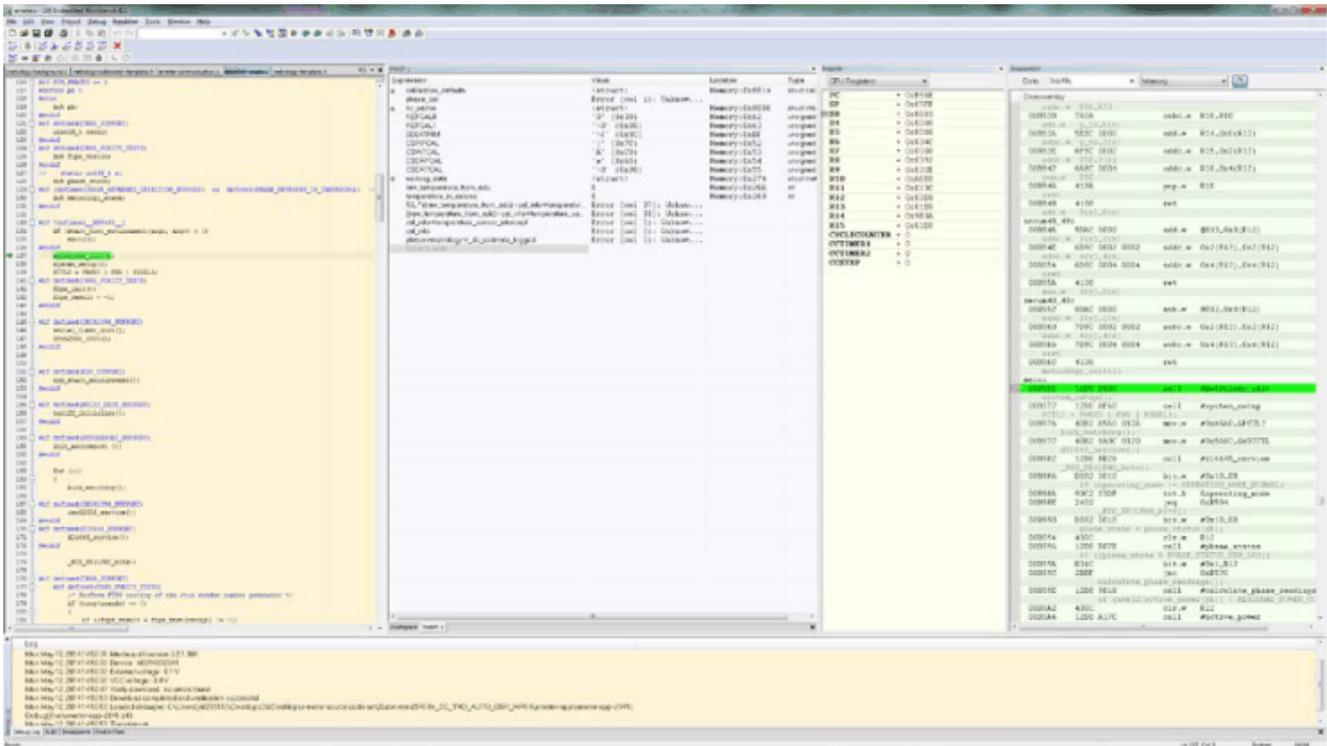

图 9-10. 调试器屏幕
12. 下载完成并成功之后，将显示如图 9-10 所示的屏幕。点击“Go”开始运行应用程序。